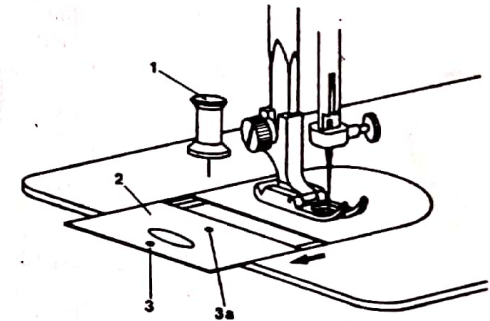

Fig. 36
- 1.— Clave la punta del botón (Nro 1) previamente en la tela y luego introdúzcala en el orificio elegido (Nro. 3 y 4) en la placa corredera (Nro. 2 Fig. 36).